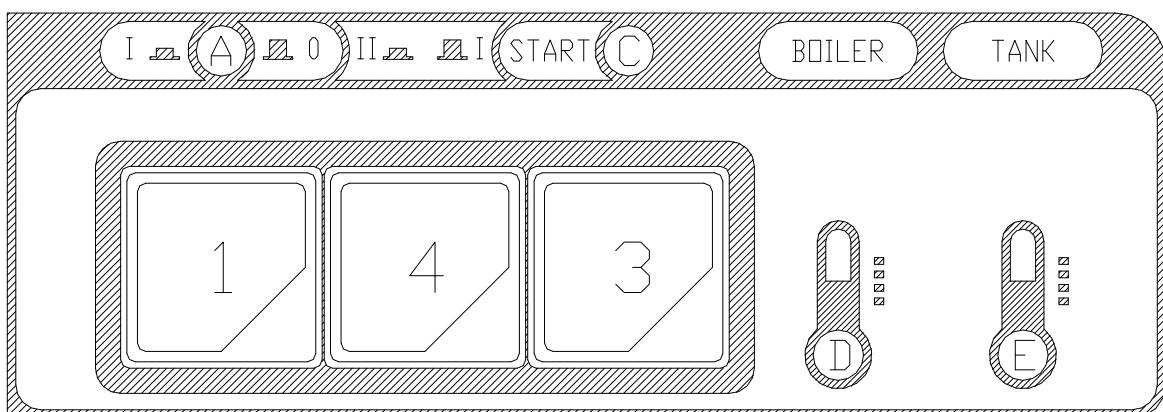

Fig. 3-2
- When the water intake cycle is complete, open the door (I) and add detergent (about 2 g. per litre of tub capacity). Position the full basket (L) and close the door (I). Select the appropriate washing cycle by pressing button (4) (short cycle (II) button pressed ÷ long cycle (I) button not pressed). Now press the START button (3) (at least for 2 seconds) and the wash cycle displayed by light (C) will start. When the cycle is over, this light goes out. To turn off the appliance, turn the switch (1) to (0). Light (A) indicates the appliance is off (Fig.3-2÷3-3).
- When the water intake cycle is complete, open the door (I) and add detergent (about 2 g. per litre of tub capacity). Position the full basket (L) and close the door (I). Select the appropriate washing cycle by pressing button (4) (short cycle (II) button pressed ÷ long cycle (I) button not pressed). Now press the START button (3) (at least for 2 seconds) and the wash cycle displayed by light (C) will start. When the cycle is over, this light goes out. The first washing stage will be carried out automatically, followed by partial tub drainage and a hot rinse. To turn off the appliance, turn the switch (1) to (0). Light (A) indicates the appliance is off (Fig.3-2÷3-3).
- Nach erfolgter Füllung die Tür (I) öffnen und das Spülmittel einfüllen (ca. 2g/l Fassungsvermögen des Spülbehälters). Den gefüllten Geschirrkorb (L) einsetzen und die Tür (I) schließen. Das Programm durch Drücken des Druckknopfes (4) wählen (kurzer Spülgang (II) Taste gedrückt ÷ langer Spülgang (I) Taste losgelassen). Nun die START-Taste (3) mindestens 2 Sekunden lang drücken, und das Spülprogramm beginnt, die Kontrolllampe (C) leuchtet auf und am Programmende erlischt die Kontrolllampe. Um das Gerät auszuschalten, muß der Schalter (1) auf die Position (0) gestellt werden, die Kontrolllampe (A) erlischt. (Bild.3-2÷3-4).
- Nach erfolgter Füllung die Tür (I) öffnen und das Spülmittel einfüllen (ca. 2g/l Fassungsvermögen des Spülbehälters). Den gefüllten Geschirrkorb (L) einsetzen und die Tür (I) schließen. Das Programm durch Drücken des Druckknopfes (4) wählen (kurzer Spülgang (II) Taste gedrückt ÷ langer Spülgang (I) Taste losgelassen). Nun die START-Taste (3) mindestens 2 Sekunden lang drücken, und das Spülprogramm beginnt, die Kontrolllampe (C) leuchtet auf und am Programmende erlischt die Kontrolllampe. So werden zunächst das Hauptspülen, dann das Teil-Entleeren des Spülbehälters und schließlich das Warmspülen automatisch durchgeführt. Um das Gerät auszuschalten, muß der Schalter (1) auf die Position (0) gestellt werden, die Kontrolllampe (A) erlischt. (Bild.3-2÷3-4).
- Após o enchimento abrir a porta (I) e adicionar o sabão (cerca de 2 gramas para cada litro de capacidade da máquina). Colocar o cesto (L) cheio com a louça e fechar a porta (I). Selecionar o ciclo de lavagem apertando o botão (4) (ciclo breve (II) tecla acionada ÷ ciclo longo (I) tecla desligada). A partir deste ponto, acionar o botão START (3) (pelo menos por 2 segundos) e iniciar o ciclo de lavagem, cujo funcionamento será indicado pela luz (C); ao final do ciclo a luz anteriormente indicada se apagará. Para desligar a máquina basta acionar o interruptor (1) até a posição 0 e assim a luz (A) se apagará (Fig.3-2÷3-4).
- Após o enchimento abrir a porta (I) e adicionar o sabão (cerca de 2 gramas para cada litro de capacidade da máquina). Colocar o cesto (L) cheio com a louça e fechar a porta (I). Selecionar o ciclo de lavagem apertando o botão (4) (ciclo breve (II) tecla acionada ÷ ciclo longo (I) tecla desligada). A partir deste ponto, acionar o botão START (3) (pelo menos por 2 segundos) e iniciar o ciclo de lavagem, cujo funcionamento será indicado pela luz (C); ao final do ciclo a luz anteriormente indicada se apagará. Automaticamente iniciará a fase de lavagem e em seguida a de descarga de água da cuba e enfim o enxague a quente. Para desligar a máquina basta acionar o interruptor (1) até a posição 0 e assim a luz (A) se apagará (Fig.3-2÷3-4).